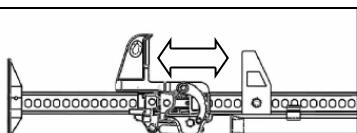

Fig. 4
- La abrazadera superior debe estar en posición perpendicular con respecto al marco de barra de acero (ver Fig. 4).
- La abrazadera superior puede moverse a cualquier posición en el marco de barra de acero (ver Fig. 4). Retire el perno de la abrazadera superior y reubique la abrazadera en el agujero de su nueva posición en el marco de barra de acero. Vuelva a apretar el perno a 64 ft-lbs.